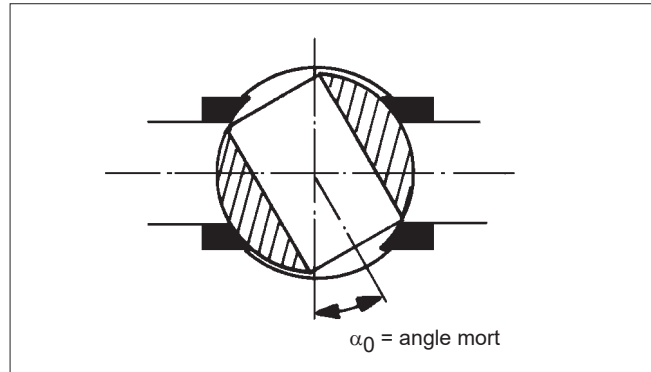

Fig. 13. Réglage du zéro et de l'amplitude
- Régler le signal d'entrée à la limite de fermeture de la vanne de façon que sa valeur soit supérieure ou inférieure de 2 %, c'est-à-dire 0,3 mA, à la valeur limite (exemple : $4 + 0,3 = 4,3$ mA ou $20 - 0,3 = 19,7$ mA). Desserrer l'écrou de réglage du zéro (61) avec un tournevis ou à la main de façon à amener doucement l'actionneur à la position de limite de fermeture. La vanne devrait s'entrebâiller avec un changement du signal de 4 % soit 0,6 mA (exemple : $4 + 0,6 = 4,6$ mA, ou $20 - 0,6 = 19,4$ mA). Voir Fig. 13.
- Visser l'indicateur (32) en place, la ligne jaune devant être parallèle à l'obturateur de la vanne. Serrer la vis (57).
Vérifier l'état des joints toriques (43 et 47) et du joint (45). L'extrémité du ressort à lames de la réglette doit se trouver sur le haut du tiroir de la vanne pilote (voir Fig. 13). S'assurer que l'extrémité de la réglette (5) s'insère dans la rainure du tiroir, sans le fléchir d'un côté ou de l'autre. Après avoir serré les écrous (49), manœuvrer la réglette à la main pour vérifier que la vanne pilote se déplace librement.